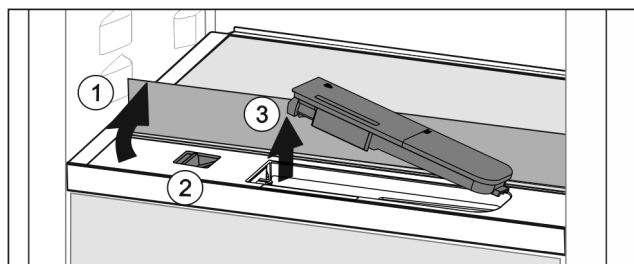

Fig. 54
- ▶ Skleněnou desku nadzvedněte a zaklapněte dozadu až na doraz Fig. 54 (1).
- ▶ Posuvník Fig. 54 (2) posuňte doleva.
- ▶ Vyměňte nádržku na vodu Fig. 54 (3).